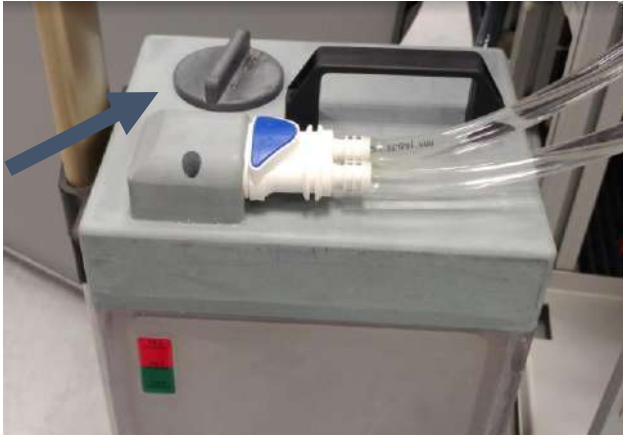

Figura 12-4
Step 6: Abra a tampa do tanque de água. Ver Figura 12-4.